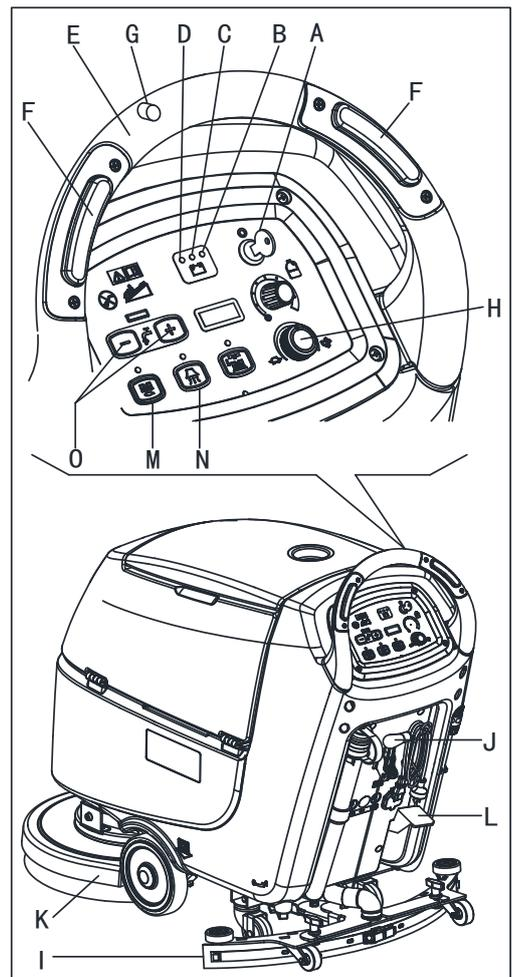

Abbildung 6
2. Stecken Sie den Zündschlüssel (A, Abb. 6) ein und drehen ihn auf "I". Überprüfen Sie, ob die grüne Kontrollleuchte (B) aufleuchtet (geladener Akku). Wenn die gelbe (C) oder rote Kontrollleuchte (D) aufleuchtet, drehen Sie den Zündschlüssel wieder auf "0" und laden die Akkus auf (siehe die Vorgehensweise in Kapitel "Wartung").
- Indem Sie sie mit den Händen am Lenker (E) schieben (nur für Maschine ohne Fahrtrieb).
- Indem Sie die Hände am Lenker (E) halten und den Schalter (F) drücken, um sie nach vorne zu bewegen, oder durch Drücken des Schalters (F) zusammen mit dem Schalter (G), um es rückwärts zu bewegen (nur für Maschinen mit Fahrtrieb). Die Fahrgeschwindigkeit kann mit dem Regler (H) eingestellt werden.
4. Senken Sie den Gummiabzieher (I) mit dem Hebel (J) ab.
5. Senken Sie das Deck des Bürsten-/Pad-Halters (K), indem Sie das Pedal (L) anheben.
6. Drücken Sie den Schalter des Bürsten-/Pad-Halters (M) und den Vakuumsystemscharter (N).
7. Drücken Sie die Waschwasserdurchflusssteuerschalter (O) wie erforderlich, abhängig von der Art der durchzuführenden Reinigung.
- (Nur für Maschinen ohne Fahrtrieb) Durch Drücken der Maschine mit den Händen am Lenker (E) und durch Drücken des Schalters (F).
- (Nur für Maschinen mit Fahrtrieb) Durch Drücken der Maschine mit den Händen am Lenker (E) und durch Drücken des Schalters (F). Die Vorwärtsgeschwindigkeit kann mit dem Regler (H) eingestellt werden, falls erforderlich.
2. Halten Sie beide Hände am Lenker und drücken Sie den Sicherheitsschalter (F, Abb. 6). Manövrieren Sie nun die Maschine und beginnen Sie mit dem Scheuern/Trocknen des Bodens.